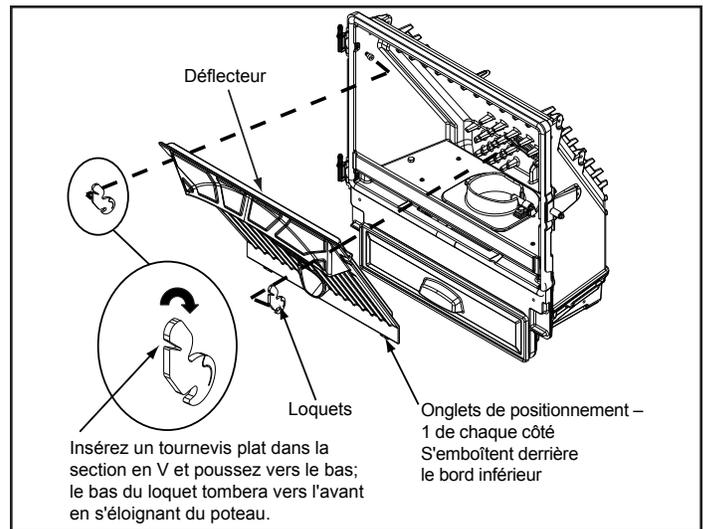

Figure 24.2
4. Retirez le déflecteur en plaçant un tournevis plat dans la fente des loquets se trouvant dans les coins supérieurs et en les faisant tourner vers le bas. Le bas du loquet tombera vers l'avant, s'éloignant du poteau. Soulevez le déflecteur, puis tirez-le vers vous (**Figure 24.2**).